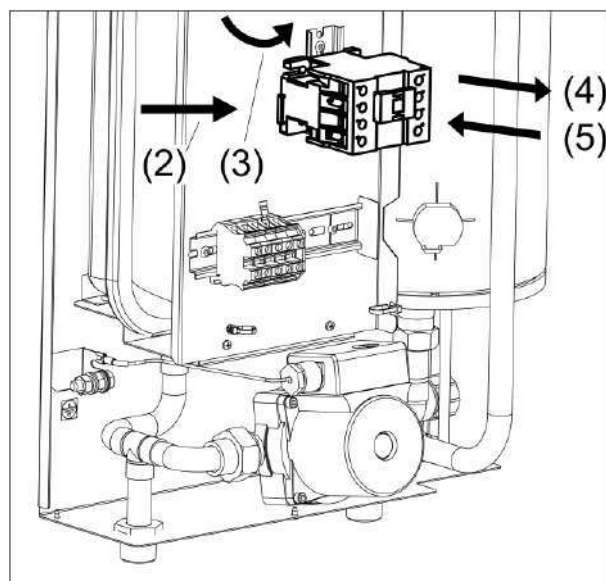

Рисунок 18. Замена электромагнитного контактора
- (1) Отсоедините все провода подходящие к контактору (см. рис. 18);
- (2) Нажмите плоской отвёрткой на “язычок” контактора;
- (3) Чуть поверните контактор в сторону;
- (4) Снимите контактор с DIN-рейки;
- (5) Установите новый контактор на DIN-рейку взамен прежнему;
- (6) Подсоедините к контактору провода в соответствии со схемами приведёнными в Приложении Г.